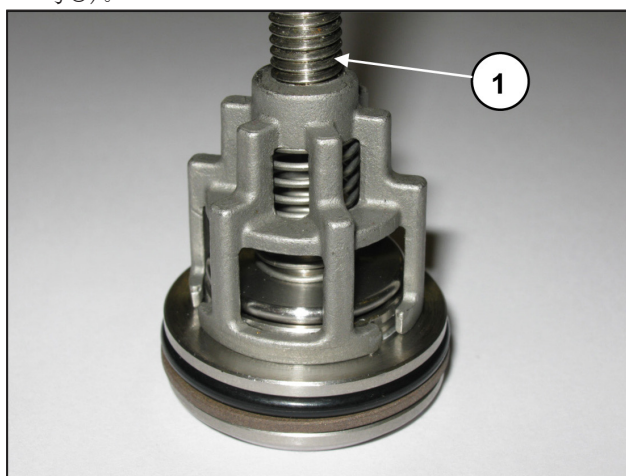

图17
- 拆除吸油和输油阀组，拧紧一个螺丝M10，长度足以在阀板上操作，并从阀座抽出阀导承(部件号(图17, 部件号①))。